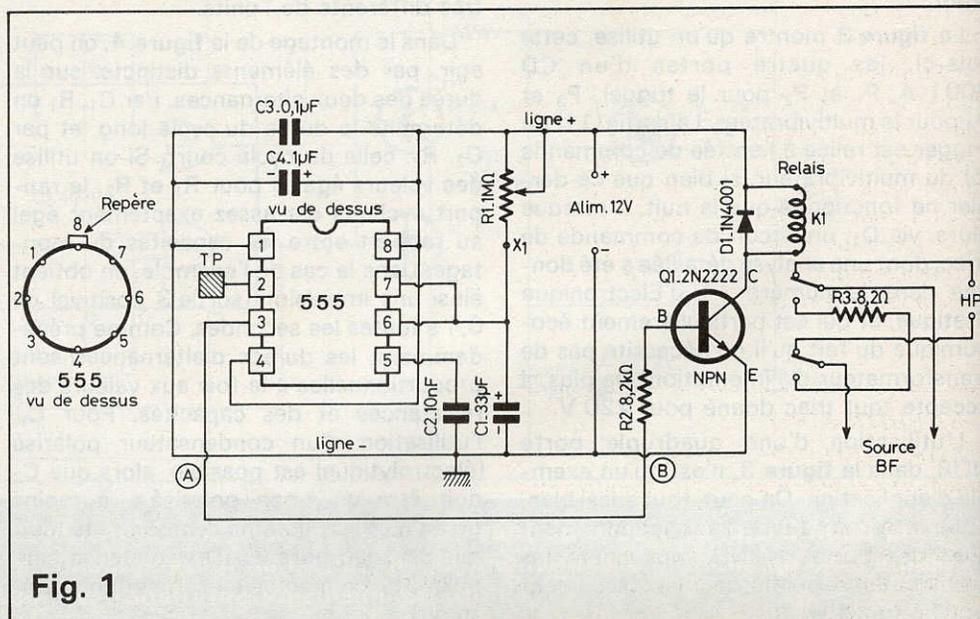
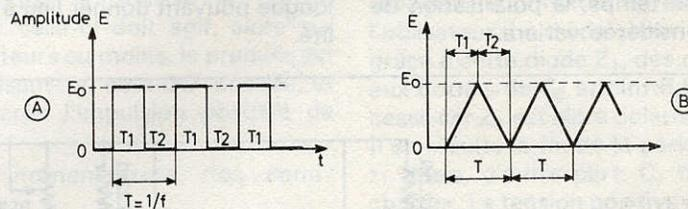

Fig. 1
Fig. 3
la **figure 1**. A l'aide d'une photorésistance Phr, on veut – par triac interposé, ainsi qu'on le verra plus loin – commander un éclairage à la tombée du jour. Il faut éviter, lors d'une pareille application, que cet éclairage s'allume et s'éteigne plusieurs fois de suite, au crépuscule, en fonction de quelque gros nuage qui passe sur le ciel. Il faut donc un trigger hystérésis, c'est-à-dire qui s'enclenche pour une luminosité ambiante quelque peu plus faible que celle qui provoque l'opération inverse. Cette hystérésis, c'est le rapport R_2/R_3 qui la détermine dans le montage de la **figure 1**. Les deux seuils de commutation se trouveront d'autant plus écartés que R_2 est plus grande.
Fig. 1. – Avec deux portes d'un « quadruple nand (ou nor) à deux entrées » on peut réaliser un trigger dont l'hystérésis peut être modifiée, dans de larges limites, par le choix du rapport R_2/R_3 .
La **figure 3** montre qu'on utilise, cette fois-ci, les quatre portes d'un CD 4001 A, P₁ et P₂ pour le trigger, P₃ et P₄ pour le multivibrateur. La sortie (11) du trigger est reliée à l'entrée de commande (5) du multivibrateur, si bien que ce dernier ne fonctionne que la nuit. Il attaque alors, via D₁, un circuit de commande de triac, dont une analyse détaillée a été donnée dans le numéro 14 d'Electronique Pratique, et qui est particulièrement économique du fait qu'il ne nécessite pas de transformateur d'alimentation. De plus, il accepte tout triac donné pour 220 V.
L'utilisation d'une quadruple porte NOR, dans la **figure 3**, n'est qu'un exemple d'application. On peut, tout aussi bien, obtenir ce même type de fonctionnement avec des portes NAND, moyennant les modifications qu'on déduira facilement des **figures 1 et 2**.
De plus, il est également possible de combiner le circuit décrit avec d'autres fonctions logiques assurées par des éléments CMOS, et alimentées sur le montage de la **figure 3**.
Par la diode D₂, le circuit peut attaquer le montage de commande de triac, dans la partie de droite de la **figure 3**. Ce montage lui servira également d'alimentation. On obtiendra alors un bref allumage de l'ampoule, toutes les secondes. L'effet contraire – brève coupure toutes les secondes – peut être obtenu en inversant D₂.
Comme tout le monde le sait (aux USA) killer = tueur, mais le montage de la figure 1 ne tue que les sons d'une émission TV ou radio lorsque ceux-ci deviennent gênants, comme par exemple indicateurs tonitrueux, musique grinçante, bruitage excessif, chanteurs ou chanteuses à la voix chevrotante, etc.